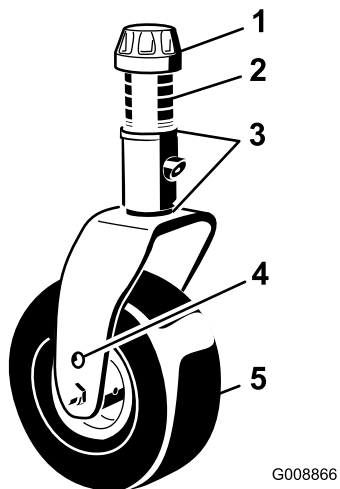

Bild 27
3. Stellen Sie die Beilagscheiben (3 mm) an den vorderen Laufradgabeln auf die entsprechende Schnitthöhe auf dem Aufkleber ein (Bild 27), siehe Einstellen der Mähwerkneigung (Seite 63).